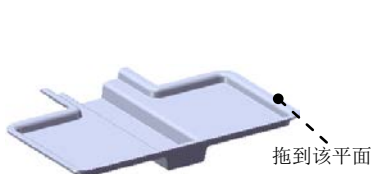
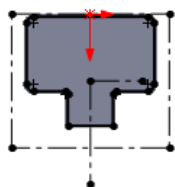

图 16.6.40 成形特征 1
图 16.6.41 编辑草图
(4) 单击  按钮, 完成基体—法兰 1 的创作。
Step3. 创建图 16.6.40 所示的成形特征 1。
(1) 单击任务窗格中的“设计库”按钮, 打开“设计库”对话框。
(2) 单击“设计库”对话框中的 ch16 节点, 在设计库下部的列表框中选择“hinge_shaped_tool_03”文件并拖动到图 16.6.40 所示的平面, 在弹出的“成形工具特征”对话框中单击按钮。
(3) 单击设计树中 hinge_shaped_tool_031 节点前的“加号”, 右击特征, 在弹出的快捷菜单中单击“编辑草图”按钮, 进入草图环境。
(4) 编辑草图, 如图 16.6.41 所示。退出草图环境, 完成成形特征 1 的创作。